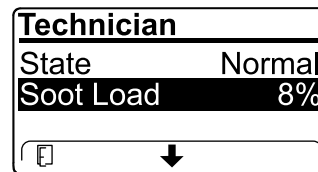

Figura 57
- Verificate il carico di fuliggine misurato come percentuale di fuliggine nel FAP (Figura 57); fate riferimento alla tabella del carico di fuliggine.